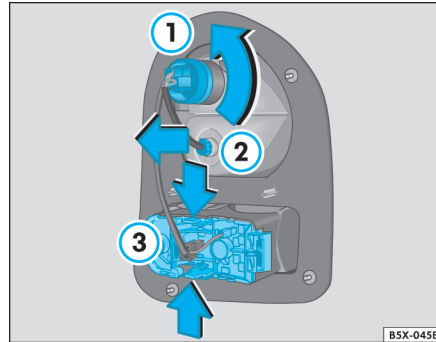

Fig. 133 Conjunto de luz trasera
- Retire el soquete ② ⇒ fig. 133 tirándolo hacia fuera.